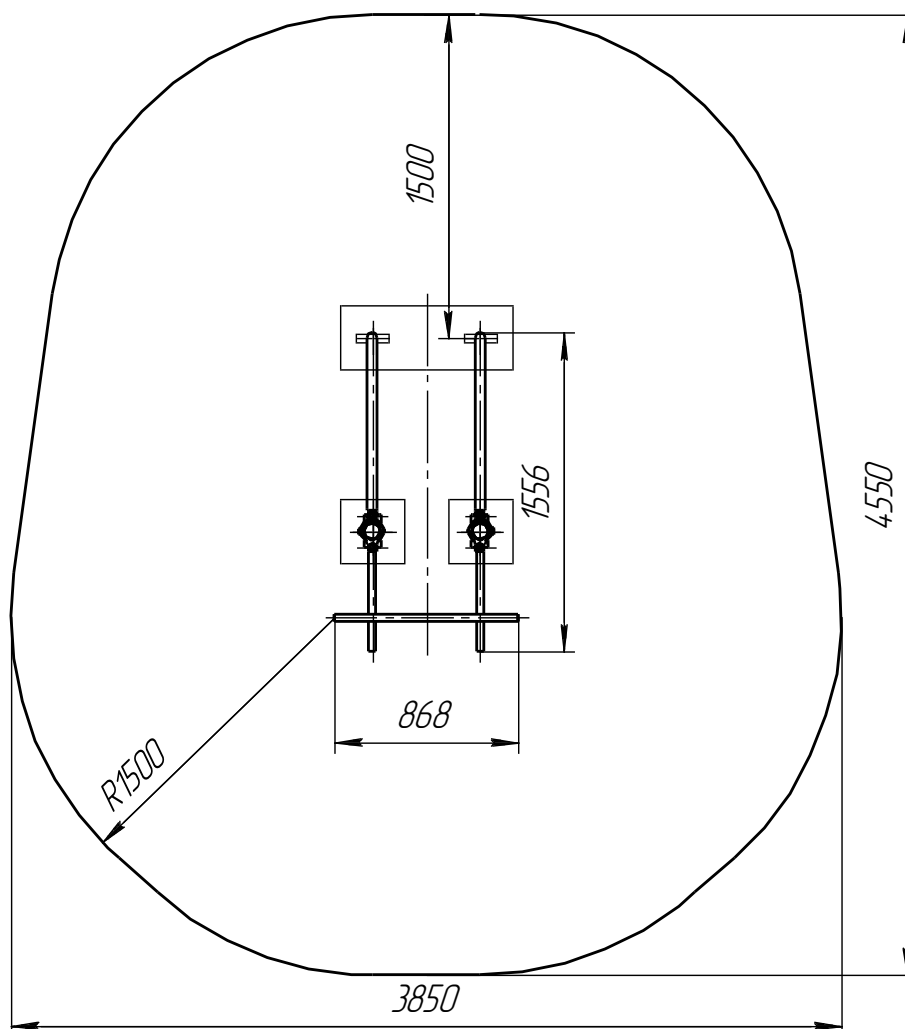

Рис.2
10.1.2 Установка Изделия должна проводиться на ровной площадке, свободной от насаждений. Размер площадки не меньше зоны безопасности (см рис.2).